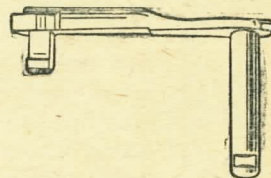

Рис. 59. Затворная задержка
99. **Затворная задержка** (рис. 59) служит для удержания затвора в отведенном положении при вставленном магазине без патронов и после израсходования при стрельбе последнего патрона